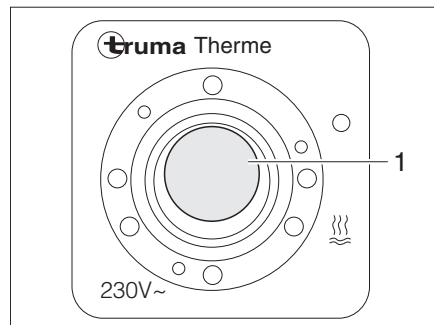

Bild 130 Brytare för varmvattenaggregat
Med brytaren (Bild 130) aktiveras eldrift. Kontrollampen (Bild 130,1) på brytaren måste lysa.
- Slå på brytaren (Bild 130). Kontrollampen (Bild 130,1) på brytaren lyser.
- Slå från brytaren (Bild 130). Kontrollampen (Bild 130,1) på brytaren slocknar.
- Slå från brytaren (Bild 130). Kontrolllampan (Bild 130,1) på brytaren lyser inte.